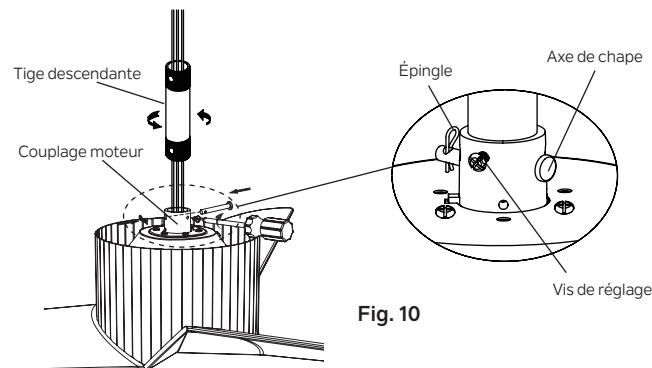

Fig. 10
**Étape 4.** Faites passer avec précaution les fils du ventilateur et le câble de sécurité à travers la tige descendante. Vissez la tige descendante sur l'accouplement du moteur jusqu'à ce que les trous des broches de la chape soient alignés. Ensuite, replacez l'axe de chape et l'épingle, puis serrez les deux vis de réglage. (Fig. 10)